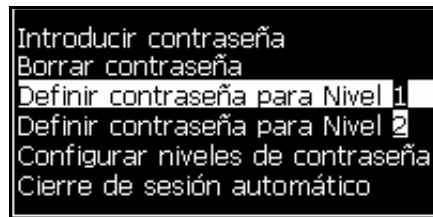
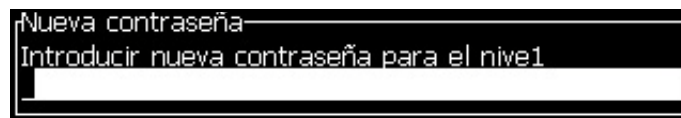

Figura 4-4: Configurar nivel de contraseña
Figura 4-5: Nueva contraseña
- 1 Pulse *Alt + w* y seleccione *Definir contraseña para nivel 1* o *Definir contraseña para nivel 2* desde el menú *Contraseña* (consulte la Figura 4-4 en la página 4-4). Aparecerá el cuadro de diálogo *Nueva contraseña* (consulte la Figura 4-5 en la página 4-4).